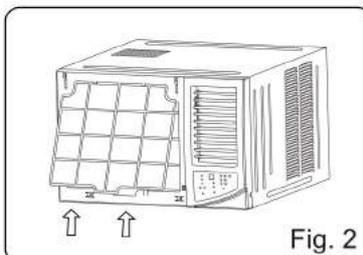

Fig. 2
2. Pincer les poignées sous le filtre, le tordre légèrement pour le retirer de la fente, d'abord le bas puis le haut (voir Fig.2).
1. Installer le filtre dans la fente du cadre, le haut puis le bas (voir Fig.2).